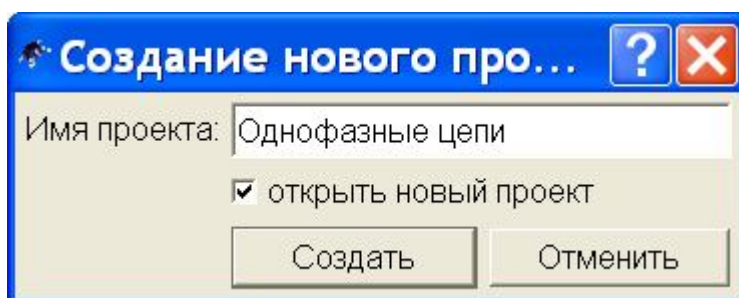

Рис. 5
4. В открывшееся диалоговое окно, см. рис. 5, ввести имя проекта